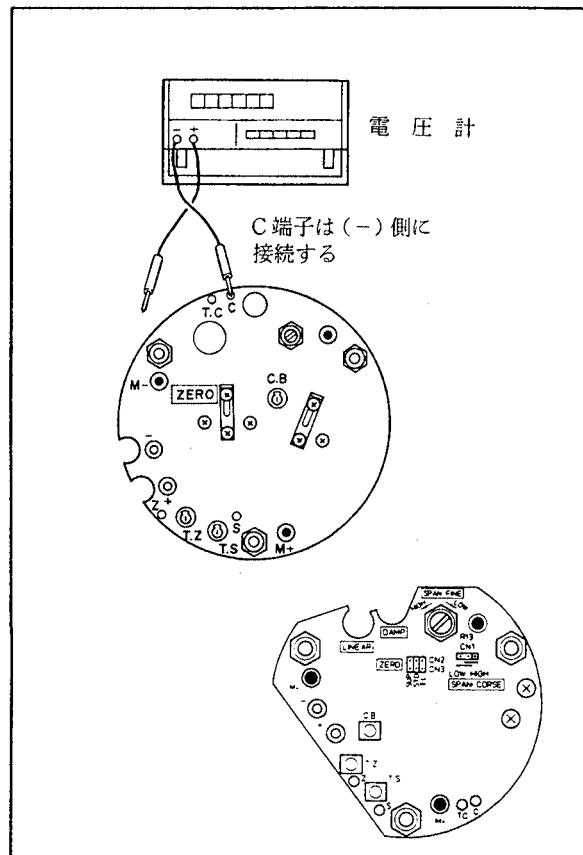

図6.11 温度補償回路のチェック端子
アンプユニット時定数は、ダンピング調整ボリウム(図 6.11 参照)で、約 0.2 ~ 5.0 秒の範囲内に設定することができます(反時計方向へ回し切った位置で約 0.2 秒)。
- (2) アンプユニットまたはカプセルアセンブリを交換した場合には、必要に応じ 6.4.1 項を参照してリニアリティ調整を行なってください。
- (3) C.B ボリウムを反時計方向に回し切れます(図 6.11 参照)。
- (4) T.Z ボリウムを回し C-Z 間の電圧が $0 \pm 2.5\text{mV}$ D.C 以内になるように調整します。
- (5) T.S ボリウムを回し C-S 間の電圧が $0 \pm 2.5\text{mV}$ D.C 以内になるように調整します。
- (6) C.B ボリウムを回し C-TC 間の電圧が $0 \pm 5\text{mV}$ D.C 以内になるように調整します。
- (7) 6.4.2 項を参照して、伝送器をご使用時の測定レンジに正しく調整します。ただし、測定レンジの 0 % が正または負方向に遷移している場合には、遷移量を零にしてください。